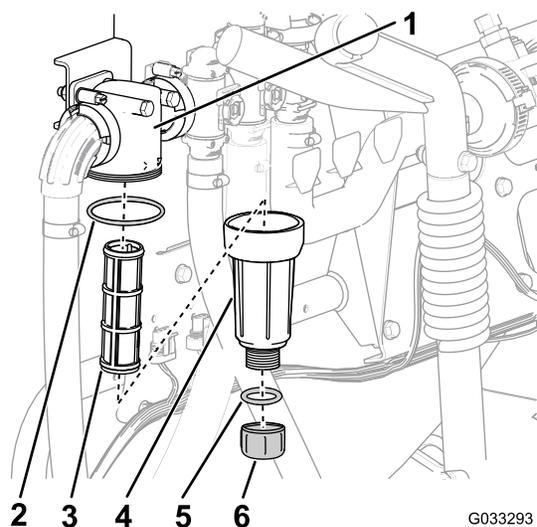

Figura 60
- Alinhe um recipiente de escoamento debaixo do filtro de pressão (Figura 60).
3. Rode o tampão de drenagem no sentido contrário ao dos ponteiros do relógio e retire-o do recipiente do filtro de pressão (Figura 60).
4. Rode o recipiente no sentido contrário ao dos ponteiros do relógio e retire a cabeça do filtro (Figura 60).
5. Retire o elemento do filtro de pressão antigo (Figura 60).
6. Verifique o anel de retenção do tampão de drenagem (localizado no interior do recipiente) e o anel de retenção do recipiente (localizado no interior da cabeça do filtro) e veja se há danos e desgaste (Figura 60).
7. Instale o novo elemento do filtro de pressão na cabeça do filtro (Figura 60).
8. Instale o recipiente na cabeça do filtro apertando à mão (Figura 60).
9. Instale a tampa no depósito e aperte manualmente (Figura 60).